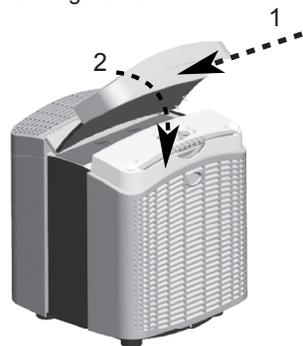

Fig. 10 - Remise en place du couvercle supérieur
1. Réinstallez le couvercle supérieur. Placez les languettes à l'arrière du couvercle supérieur dans les trous correspondants dans la base. Puis, poussez le couvercle supérieur vers le bas. Voir Figure 10.